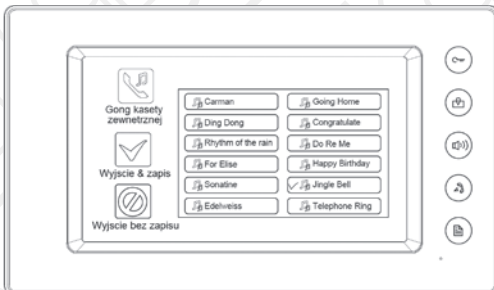

Rys.11. Ekran z kalendarzem i czasem systemowym.
- wcisnąć przycisk MENU na panelu z prawej strony monitora lub wcisnąć dotykowy ekran w dowolnym miejscu, na ekranie pojawi się kalendarz systemowy (patrz rys.11),
Aby dokonać odpowiednich ustawień należy w trybie czuwania monitora nacisnąć dotykowy ekran w dowolnym miejscu, na ekranie pojawi się kalendarz (rys. 11), wcisnąć ponownie dowolne miejsce na ekranie aby wejść do głównego menu, następnie wcisnąć ikonę „Ustawienia” , na ekranie pojawi się zestaw kilku funkcji ustawień (rys.12), następnie wybrać funkcję „Głośność gongu” . Za pomocą ikon „ciszej-”/”głośniej+” ustawić odpowiednią głośność gongu kolejno dla pory dziennej oraz nocnej (rys.14 i 15). Potwierdzić wybór przyciskiem *Wyjście&zapis*  lub opuścić funkcję za pomocą przycisku *Wyjście bez zapisu*  (bez zapisywania zmian).